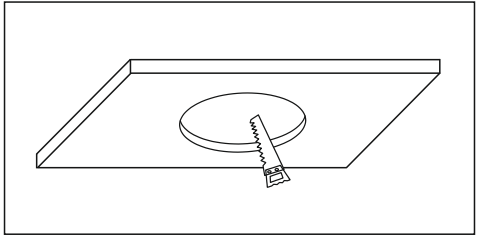

Рис. 1
- 5.11 Подготовьте отверстие в потолке требуемого диаметра, убедитесь, что оно не повлияет на другие объекты, такие как балки перекрытия, трубы и кабель (рис. 1).